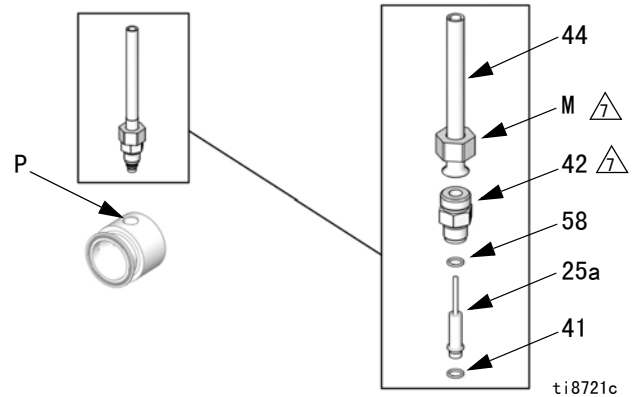

图 12. 压力传感器
11. 参见图 12。松开传感器导管（44）上的螺母（M），并从传感器端口（P）拧下转换接头（42）。从端口上卸下传感器（25a）。
13. 参见图 12。将新的黑色 O 形圈（41）和新的黄铜隔圈（58）安装到传感器（25a）上。
16. 参见图 12。将传感器插入传感器端口（P）。用 15-20 英尺磅（21-27 牛·米）的扭力先拧紧转换接头（42），然后拧紧螺母（M）。